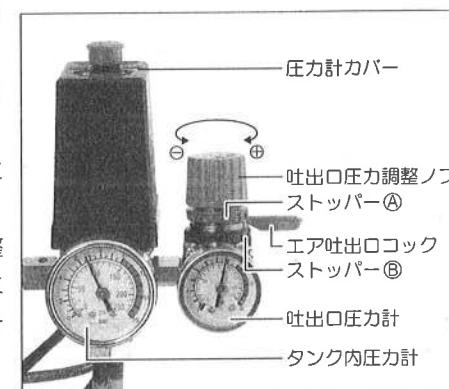

図8
- 吐出口の圧力を上げるときは調整ノブを⊕方向（右）に回して調整してください。（図8参照）
図吐出口圧力調整ノブには、空転防止用ストップーが付いています。（図8参照）